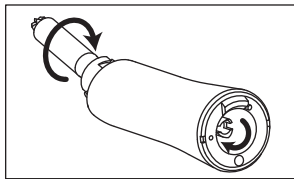

Fig. 10
- 2) Tournez le rapport à l'extrémité de l'arbre de commande pour confirmer qu'ils sont engagés. (Fig.10)
- 4) Tournez la tête vers la marque ● jusqu'à ce que vous entendiez un clic (les marques sont alignées). (Fig.10)